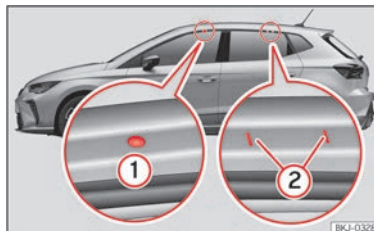

Abb. 142 Befestigungspunkte der Querstangen für den Dachgepäckträger.
Die vorderen und hinteren Befestigungspunkte ① und ② sind nur bei geöffneten Türen sichtbar » » » **[Abb. 142]**.